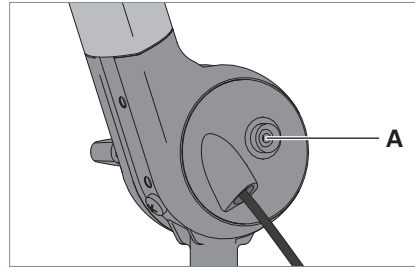

Fig. 6: Botón pulsador para cable de toma de tierra.
- ▶ Conecte un extremo del cable de toma de tierra incluido en el volumen de suministro al botón pulsador, véase Fig. 6.